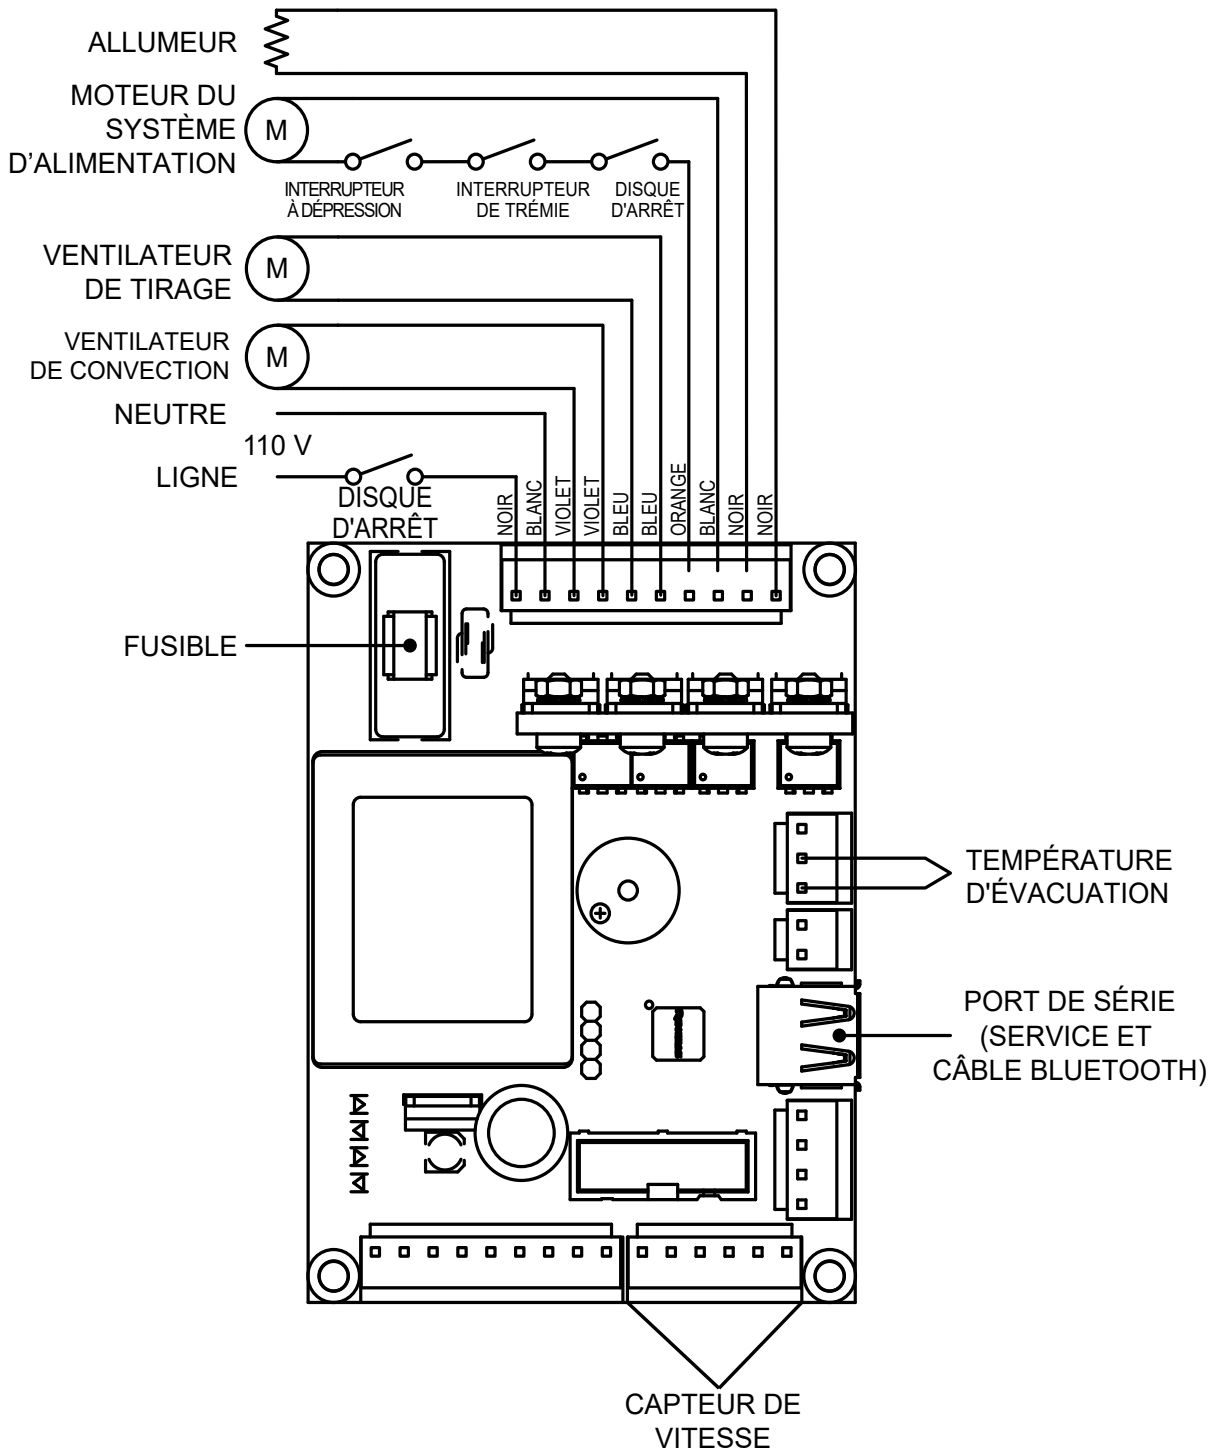

Figure 26.1 – Schéma de la carte de commande
14. Schéma de câblage de la carte de commande (Figure 26.1)